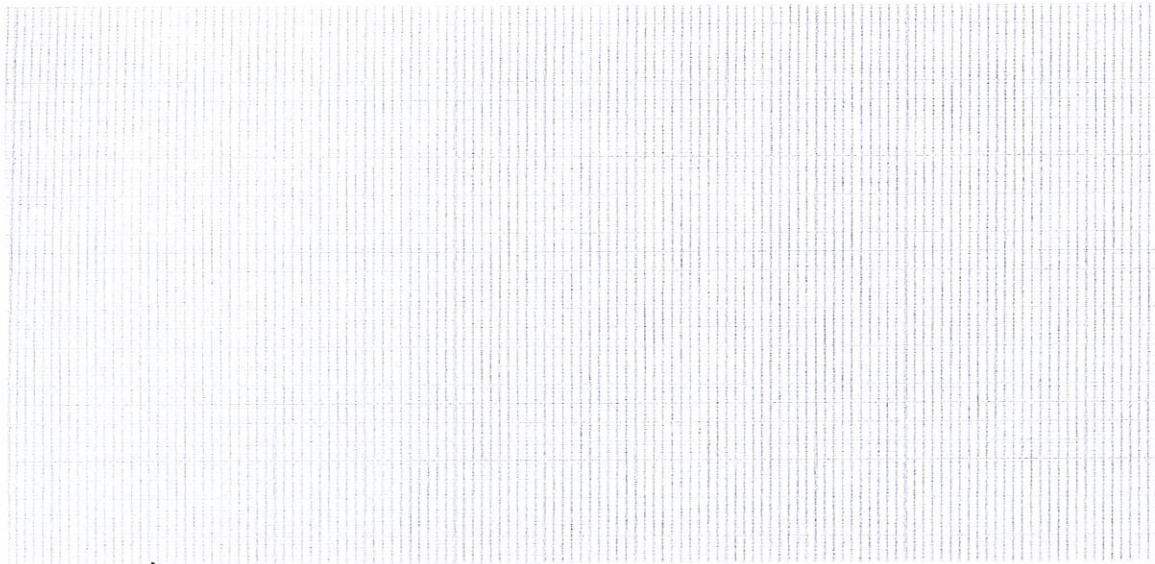

Figure 3a : Courbe dilatométrique à tracer.
- Tracer sur la figure 3a pour l'acier 45M5, en la commentant de manière précise, la courbe dilatométrique attendue pour un refroidissement conduisant à un acier trempé présentant une dureté de 27HRC.